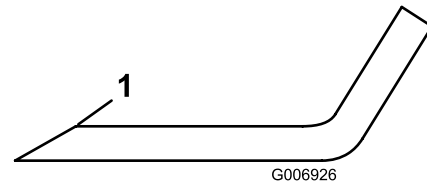

Figura 70
4. Inspeccione los filos de todas las cuchillas. Si están romos o tienen mellas, afílelos; afíle únicamente la parte superior del filo y mantenga el ángulo de corte original para asegurar un afilado correcto (Figura 70).